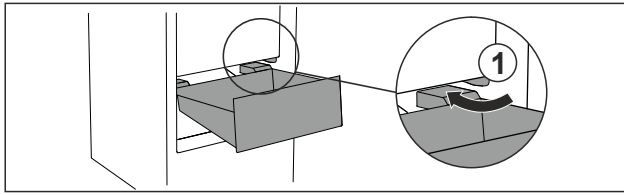

Fig. 69
- ▶ Prevedte zásuvku šikmo okolo zarážok Fig. 69 (1).